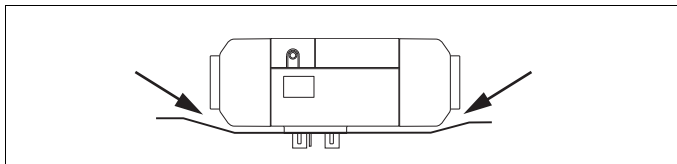

Fig. 7 Assicurarsi che sia garantita la libertà di movimento!
- ▶ Accertarsi che l'alloggiamento del riscaldatore in posizione di montaggio non venga in contatto con nulla (v. Fig. 7).
v. Fig. 3 e Fig. 7